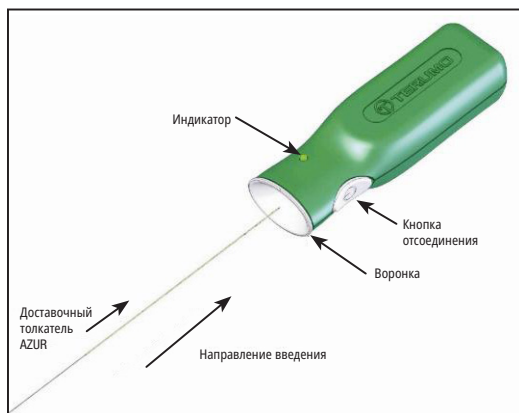

Рисунок 2. Контроллер отсоединения AZUR
15. Прежде чем использовать изделие, извлеките проксимальный конец доставочного толкателя из упаковочного кольца. Следите за тем, чтобы не загрязнить этот конец доставочного толкателя посторонними веществами, такими как кровь или контрастный раствор. Плотно вставьте проксимальный конец доставочного толкателя в воронкообразную часть контроллера отсоединения AZUR. См. рис. 2. **Пока что не нажимайте кнопку отсоединения.**
32. Подсоедините проксимальный конец доставочного толкателя к контроллеру отсоединения AZUR, плотно вставив проксимальный конец доставочного толкателя в воронкообразную часть контроллера отсоединения AZUR. См. рис. 2.